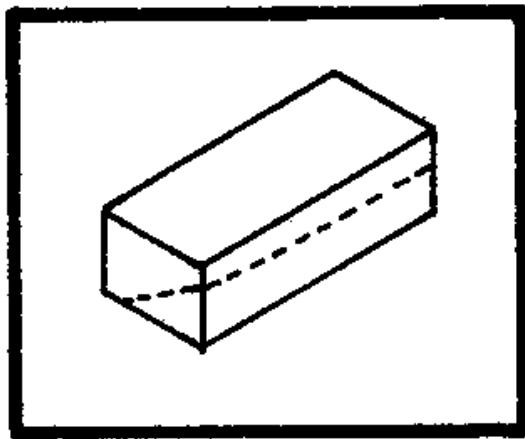

Fig. 14 - Side Break
54. Side los Descansos (Vea Fig. 14.)